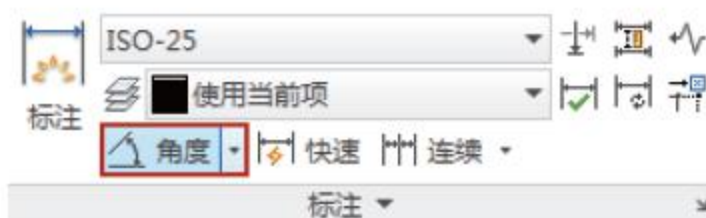

图5-65 单击按钮
- 【注释】选项卡：在【注释】选项卡中，单击【标注】面板中的【角度】按钮，如图5-65所示。